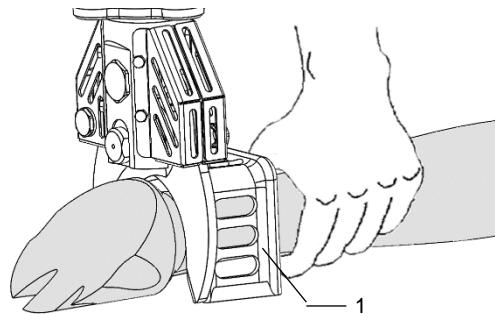

Abb. 6.5 – Halten der Zange
- Einhandbedienung: Überprüfen Sie, das der Halter (1) richtig montiert ist, s. *Abb. 6.5-Halten der Zange!*